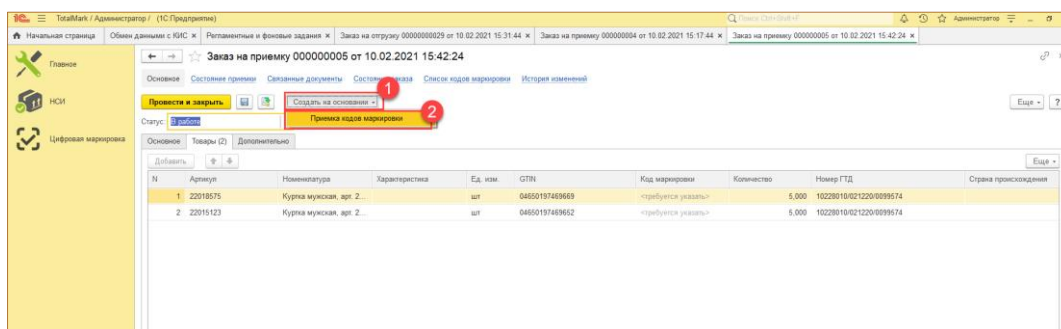

Рис. 10-11 - Работа с Заказом на приемку в Total Mark
- 3.5. Далее необходимо на основании Заказа на отгрузку создать документ «Приемка». Реквизиты в ней заполняются автоматически (Рис. 10-11);